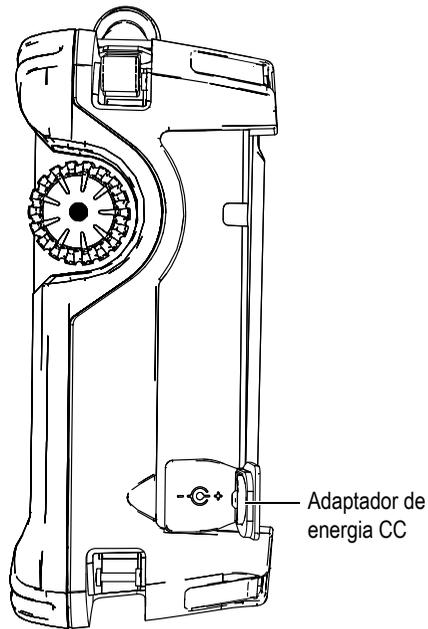

Figura 3-4 Adaptador de energia CC do OmniScan SX
2. No lado direito do OmniScan SX, levante a proteção de borracha que cobre o conector do adaptador CC (veja Figura 3-4 na página 45).
3. Conecte o adaptador de energia CC no plugue do adaptador de energia CC do OmniScan SX (veja Figura 3-4 na página 45).